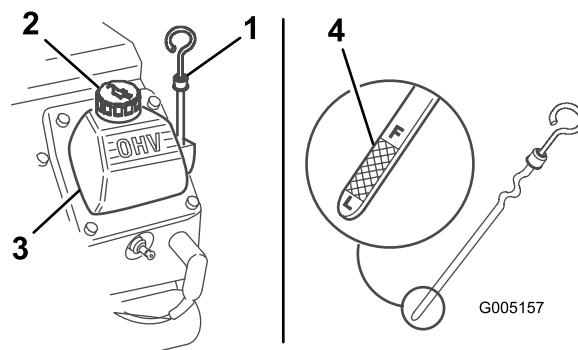

Рисунок 24
3. Очистите область вокруг измерительного щупа (Рисунок 24).
4. Вытяните масломерный щуп и вытрите металлический конец насухо (Рисунок 24).
5. Вставьте щуп в масломерную трубку до упора (Рисунок 24).
- В случае низкого уровня масла очистите область вокруг крышки маслозаливной горловины и снимите крышку (Рисунок 24).
- Снимите крышку маслозаливной горловины (Рисунок 24) и медленно залейте примерно 80% от указанного количества масла через крышку клапана.